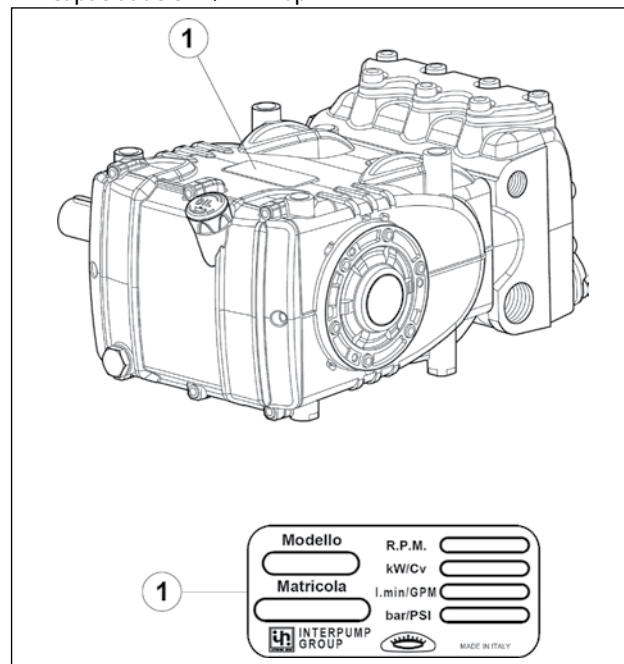

Fig. 1
Cada bomba tem uma placa de identificação, ver pos. ① de Fig. 1, que relaciona: